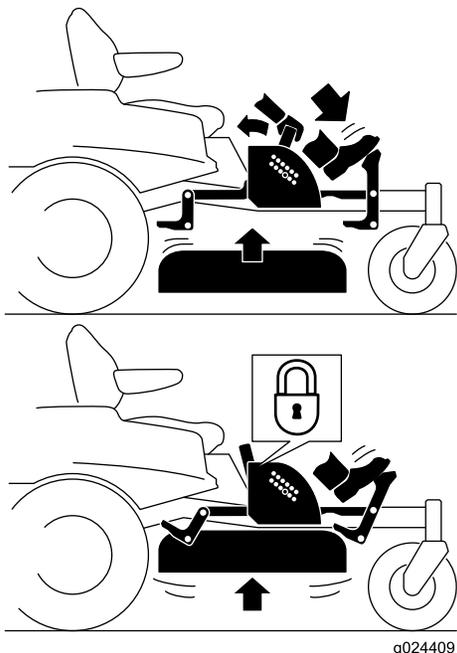

Figure 22
- Enfoncez la pédale pour relever le tablier de coupe; gardez la pédale enfoncée jusqu'à ce que le tablier soit verrouillé en position de transport (Figure 22).
- Appuyez sur la pédale de relevage du tablier avec le pied et tirez la poignée de verrouillage de transport en arrière pour désengager le verrou de transport (Figure 22).
4. Appuyez sur la pédale de levage du tablier avec le pied et tirez la poignée en arrière pour désengager le verrou de transport (Figure 22).